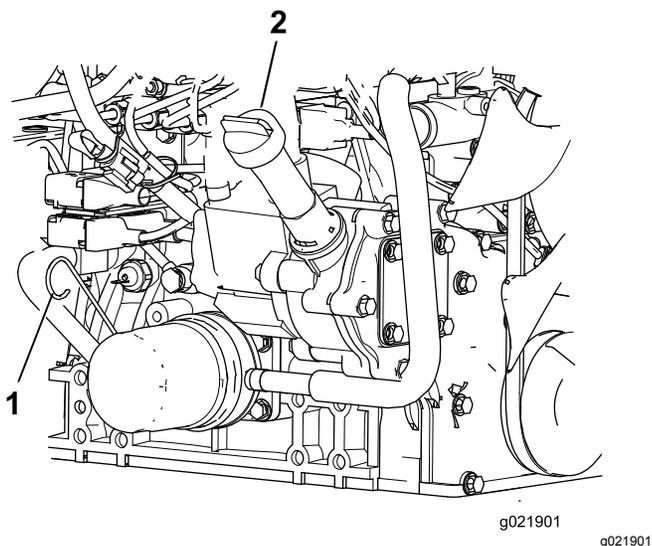

Рисунок 85
3. Извлеките масломерный щуп, протрите его, вставьте в трубку и снова извлеките. Уровень масла должен находиться между отметками FULL (Полный) и ADD (ДОБАВИТЬ) (Рисунок 85).
4. Если уровень масла низкий, снимите крышку заливной горловины и добавляйте масло до тех пор, пока его уровень не будет находиться между отметками FULL (Полный) и ADD (ДОБАВИТЬ) (Рисунок 85).